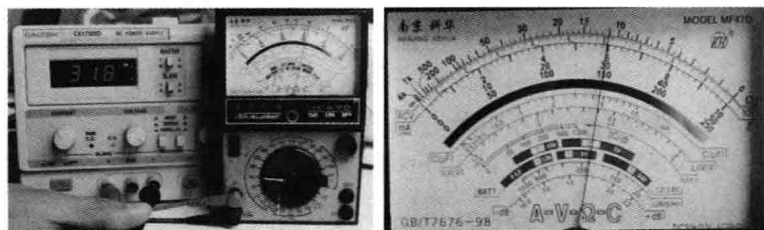

图 3-11 测量直流稳压电源的电压
(3) 调节直流稳压电源的输出电压，根据大小将转换开关旋至直流电压“V”50V 的量程上。
(4) 测量时，红、黑表笔极性不可接反。
(5) 从图 3-11 可以读出第三条刻度线所指的电压值为 30.0V。